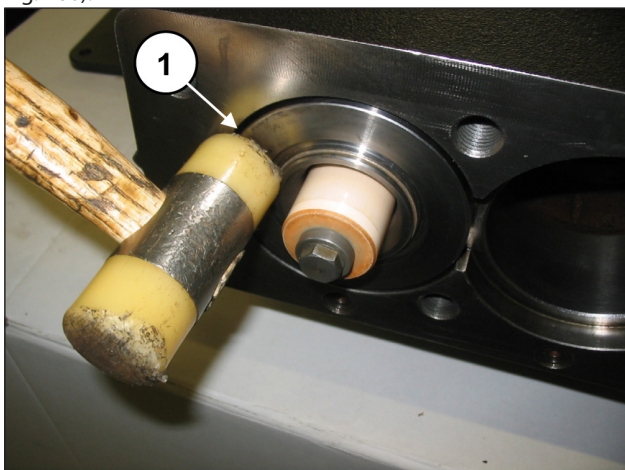

Fig. 160
S'assurer que le dispositif de blocage chemise-support se positionne correctement au fond du logement (rep. ①, Fig. 160).